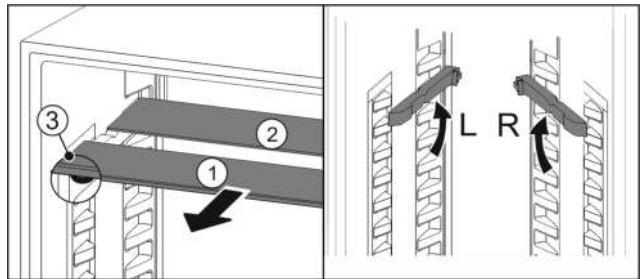

Fig. 121
- Glasplatten einzeln nach vorne herausziehen Fig. 121 (1).
- ▷ Glasplatte Fig. 121 (1) mit Zierleiste liegt vorne.
- ▷ Stopps Fig. 121 (3) zeigen nach unten.